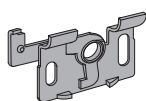

FIG.1
- 2 o più staffe a soffitto seconda della larghezza della tenda (FIG.1).